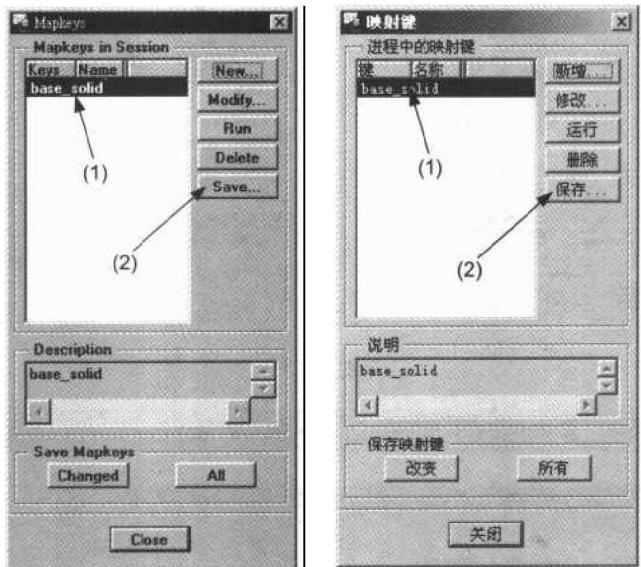

图1.12
- [在 Record Mapkey(记录映射键)对话框中单击 Stop(停止)按钮后再单击 OK(确定)按钮, 以结束命令的记录, 此时映射键 base_solid 即被列入在映射键列表中, 如图 1.12 (1)所示]
- [在 Mapkeys(映射键)对话框中单击 Save(保存)按钮(如图 1.12 (2)所示)后再单击 OK(确定)按钮, 以确认映射键 base_solid 保存在 config.pro 文件中]